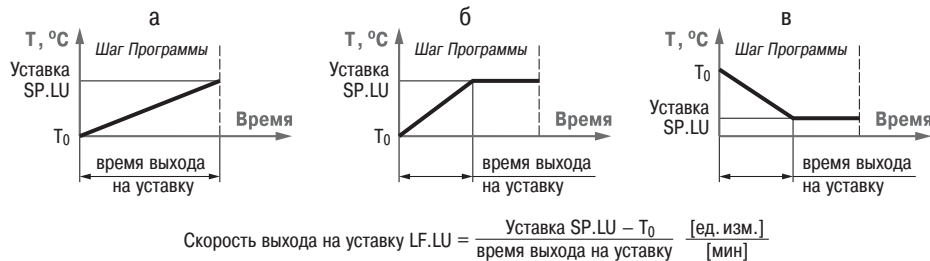

Рис. 7. Задание скорости выхода на Уставку
- в течение всего Шага (рис. 7, а);
- в течение части Шага – до достижения Значения уставки, далее осуществляется поддержание достигнутого значения Уставки (рис. 7, б, в).